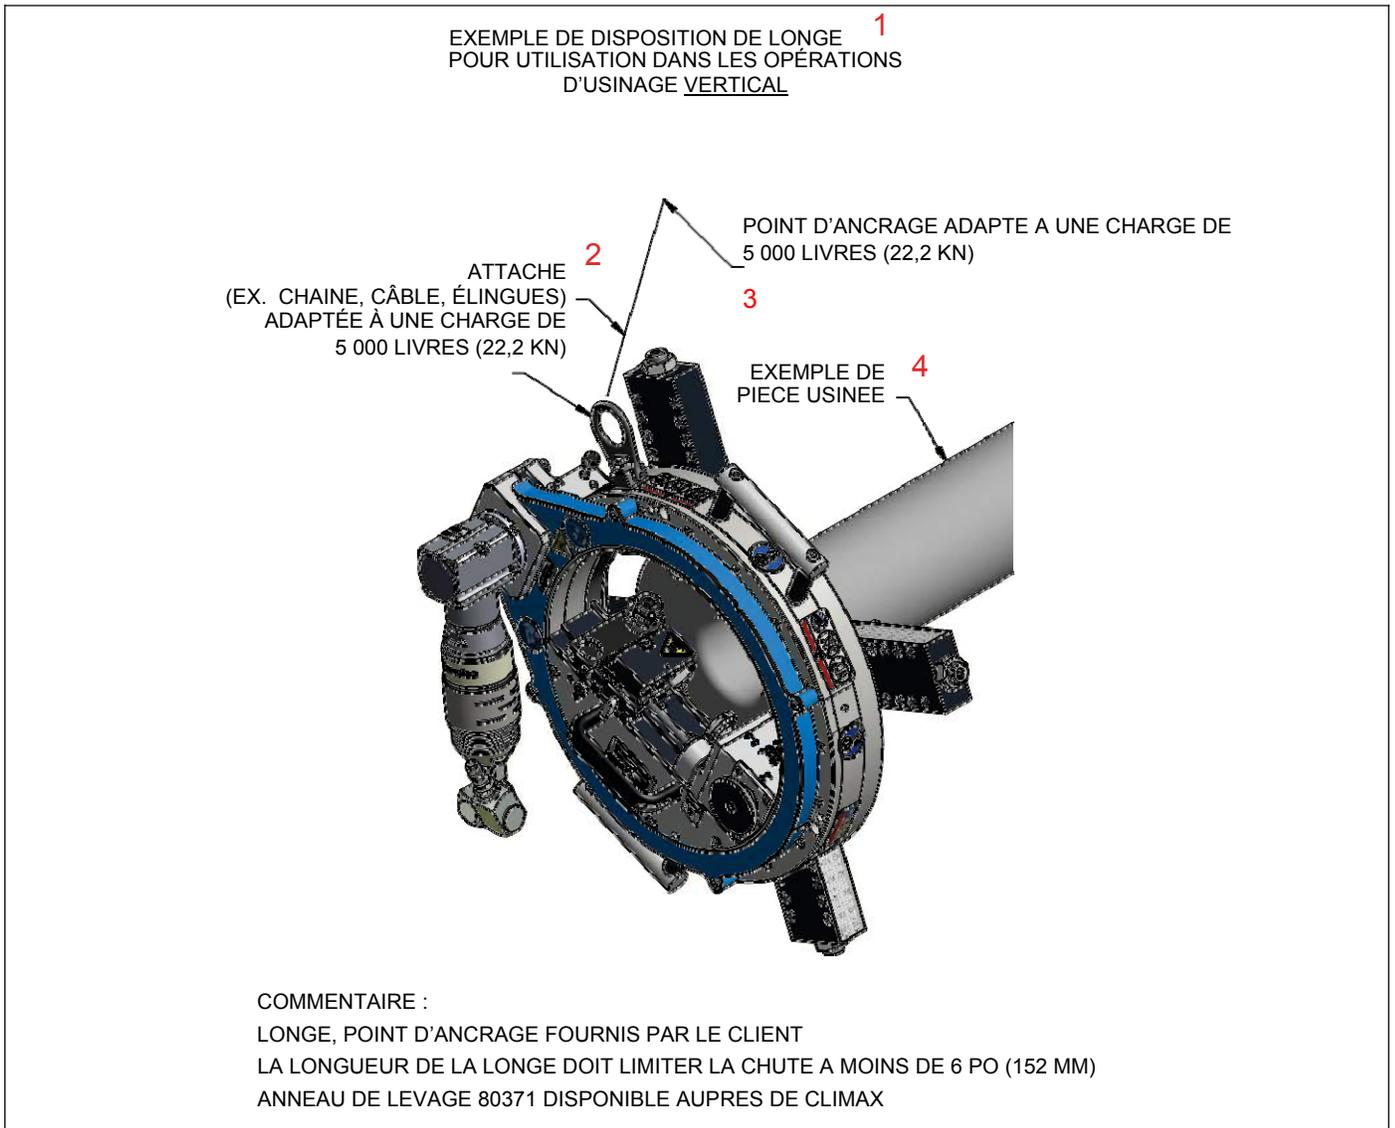

FIGURE 3-11. EXEMPLE VERTICAL AVEC LONGE D'ATTACHE
4. Attacher la longe de retenue appropriée. Voir les figures 3-11, 3-12, 3-13, 3-14, 3-15 et 3-16 pour des exemples de positionnements de langes pour les montages horizontaux, verticaux et renversés.